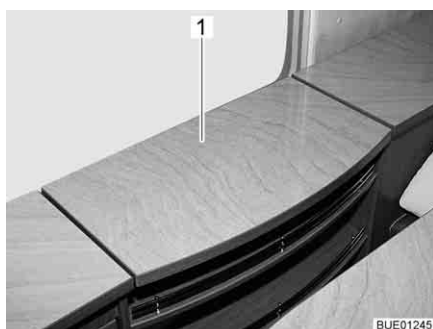
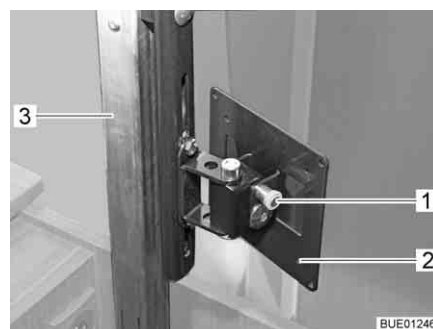

Fig. 51 Scomparto TV
Fig. 52 Meccanismo di sollevamento
- Spingere leggermente verso il basso il coperchio (Fig. 51,1) dello scomparto TV premendo sulla sua parte centrale. La colonnina di espulsione (Fig. 52,3) si sblocca e si sposta verso l'alto.
- Tirare il bottone di sbloccaggio (Fig. 52,1) e inclinare il supporto (Fig. 52,2) con lo schermo piatto nella posizione desiderata.
- Ruotare lo schermo piatto all'indietro nella sua posizione iniziale, finché il supporto (Fig. 52,2) non si innesta nel bloccaggio.
- Spingere in basso la parte centrale del coperchio (Fig. 51,1) opponendosi alla resistenza della colonnina di espulsione (Fig. 52,3) finché il bloccaggio non si innesta.